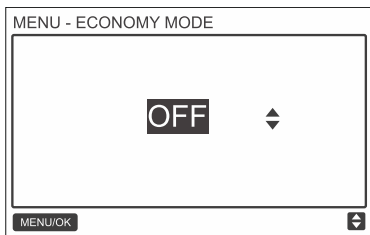

Fig. 64: Impostazione ECONOMY MODE (Modalità Risparmio energetico)
Premendo il tasto AUMENTARE ▲ o DIMINUIRE ▼ impostare se la modalità di risparmio deve essere acceso (ON) o spento (OFF), come mostrato in fig. 64.